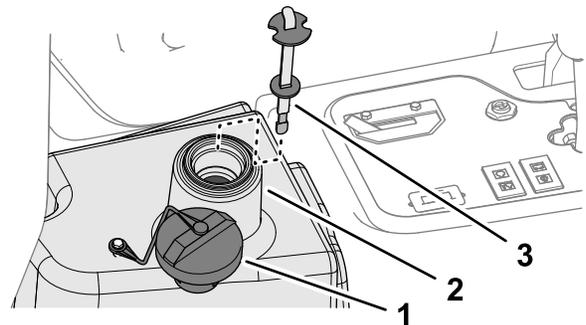

図 87
- 油圧オイルタンク **図 87** に約 22.7 リットルの油圧オイルを入れる **油圧作動液の仕様 (ページ 56)** を参照。